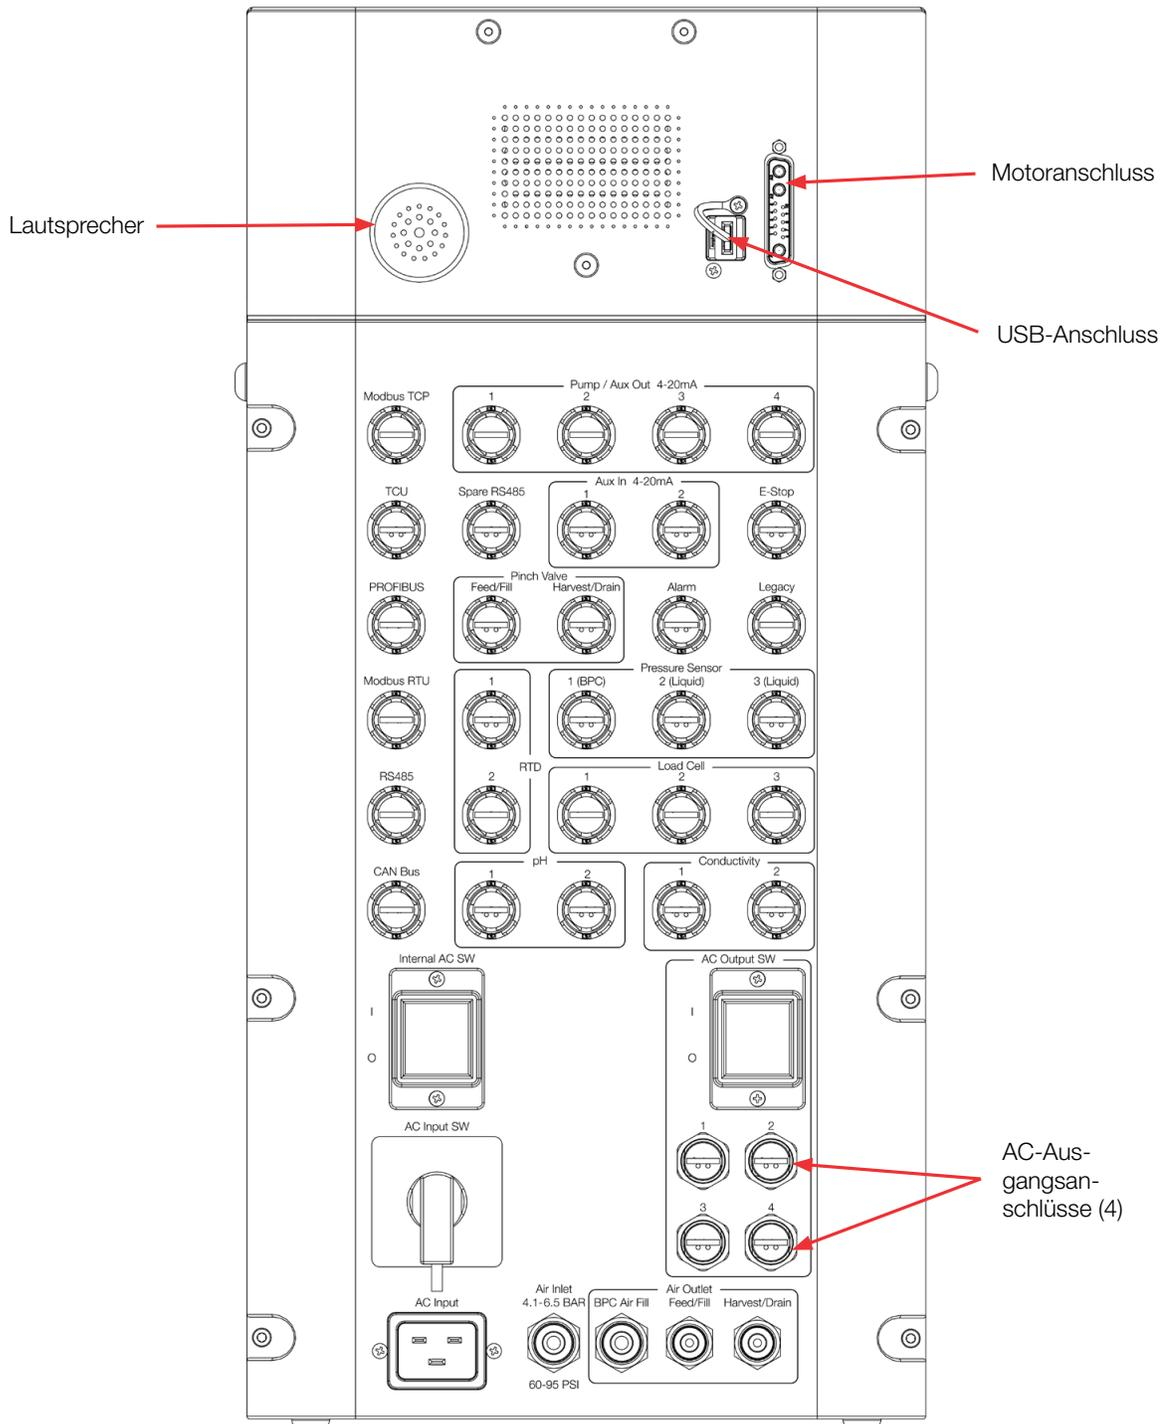

Abbildung 3.1. Anschlüsse und Verbindungen an der Rückseite der Touchscreen-Konsole.
Abbildung 3.1 zeigt die Rückseite der Touchscreen-Konsole. Die verschiedenen Anschlüsse am Gerät sind zur einfacheren Identifizierung beschriftet.
4. Um das S.U.M.-System an die Luftversorgung anzuschließen, bringen Sie ein Ende einer Luftleitung mit 8 mm (5/16 Zoll) Außendurchmesser (Abbildung 3.4, nicht mitgeliefert) am ersten pneumatischen Luftanschluss an der Rückseite der Touchscreen-Konsole (Abbildung 3.1) und das andere Ende an der Luftversorgung der Einrichtung an. **VORSICHT:** Der Luftdruck an der Touchscreen-Konsole muss zwischen 4,14 und 6,55 bar (60 und 95 psi) betragen.